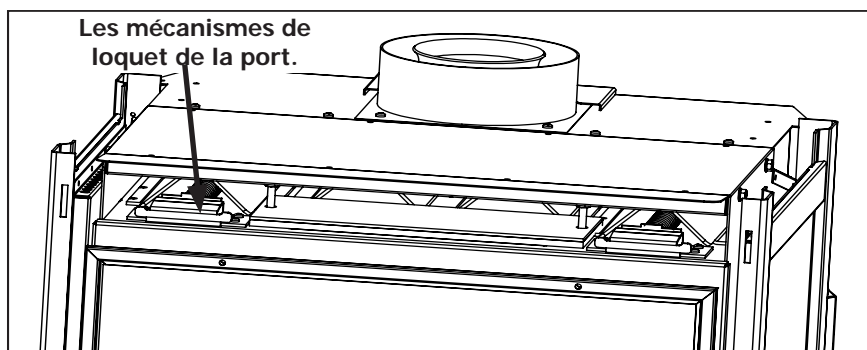
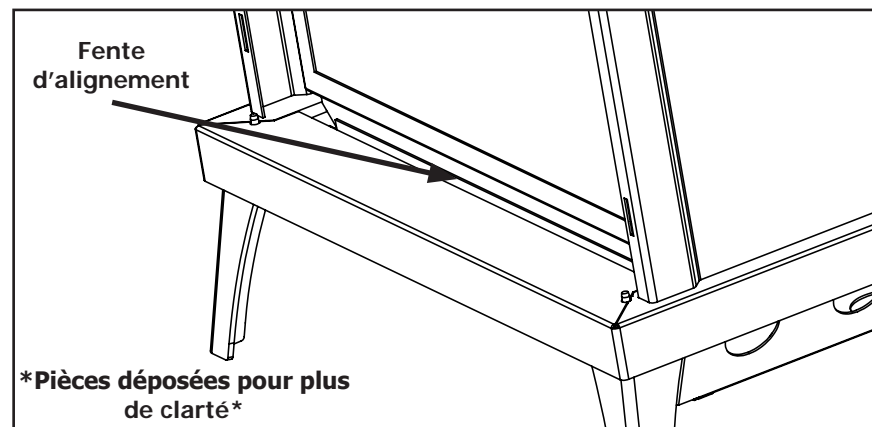

Figure 9. Loquets de la porte de verre (avant de l'armoire avec le haut enlevée)
Figure 10. Fente d'alignement inférieur de porte en verre.
Afin d'installer les bûches, et pour le nettoyage régulier, la porte en verre doit être retirée. Le cabinet doit d'abord être déposé avant, comme décrit dans la section ci-dessus, avant d'accéder aux loquets de portière. Il existe deux (2) mécanismes de loquet de porte sur la porte vitrée supérieure comme illustré à la figure 9. Chaque loquet peut être tiré en ligne droite et jusqu'à la main. Lorsque la partie supérieure, le décroché des loquets porte peut être levé hors de la fente d'alignement en bas de la Firebox, illustré à la Figure 10.